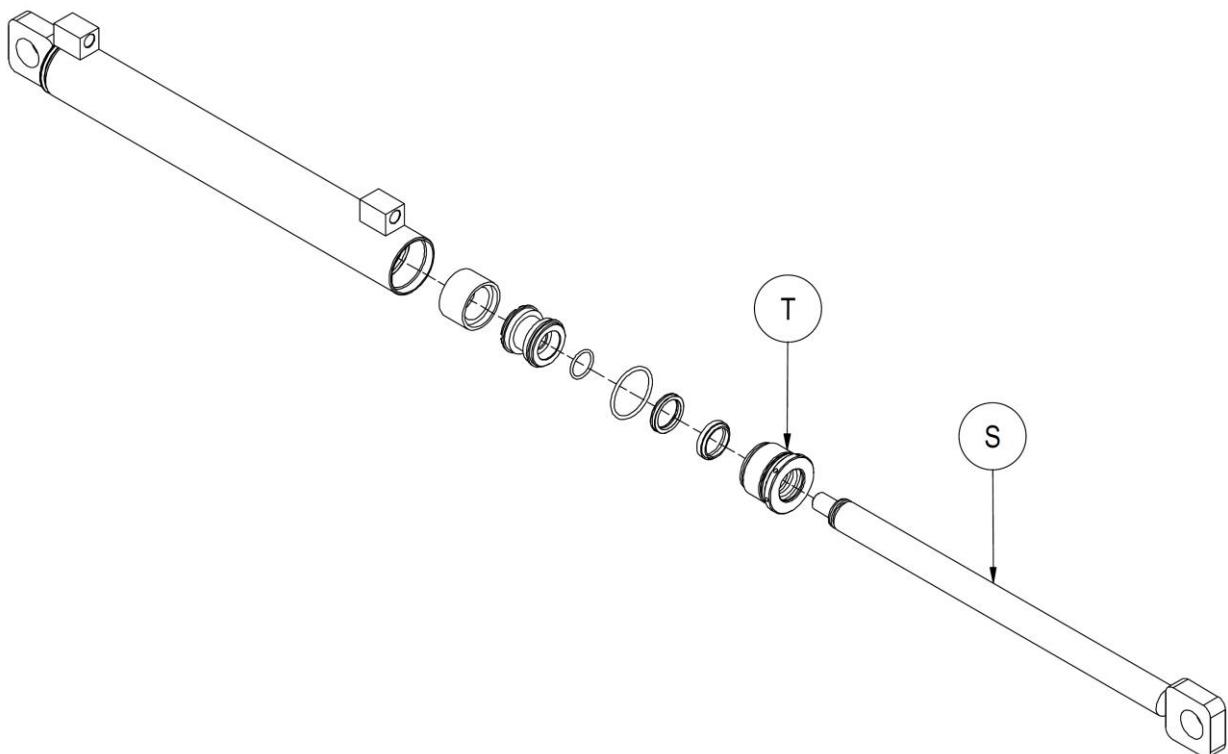

Figura 31
8. Prendere come riferimento la *Figura 31*.